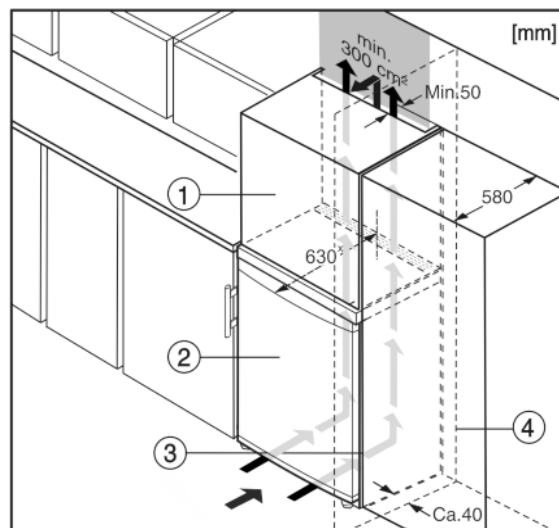

Fig. 10
Urządzenie może zostać obudowane szafkami kuchennymi. Aby dopasować urządzenie Fig. 10 (2) do wysokości ciągu szafek kuchennych, można nad urządzeniem umieścić szafkę nasadzaną Fig. 10 (1).
W przypadku obudowania szafkami kuchennymi (głębokość maks. 580 mm) urządzenie można ustawić bezpośrednio obok szafki kuchennej Fig. 10 (3). Urządzenie wystaje z boku o 34 mm \* i na środku urządzenia o 50 mm \* w stosunku do frontu szafek kuchennych.\*
Jeżeli urządzenie będzie ustawiane z zawiasami do ściany *Fig. 10 (4)*, to pomiędzy urządzeniem i ścianą należy zachować minimalny odstęp, wynoszący 40 mm. Na taką odległość wystaje klamka przy otwartych drzwiach.\*